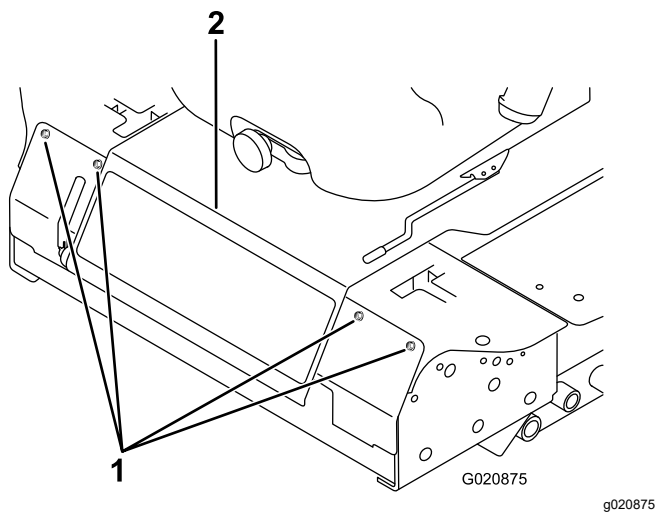

Figura 87
3. Afloje los pernos del panel delantero y retire el panel (Figura 87).